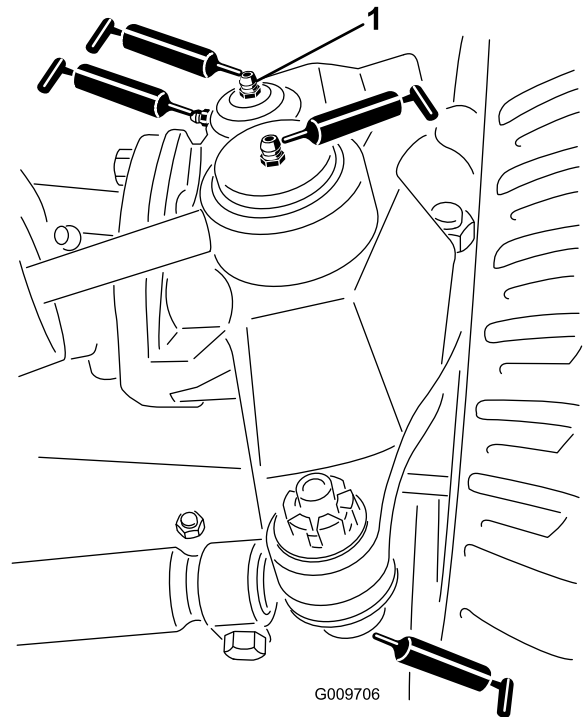

図 52
- 図 52に示す、ステアリングシリンダのボールジョイント 2ヶ所
- 図 52に示す、タイロッドのボールジョイント 2ヶ所
- 図 52に示す、キングピンのブッシュ2ヶ所